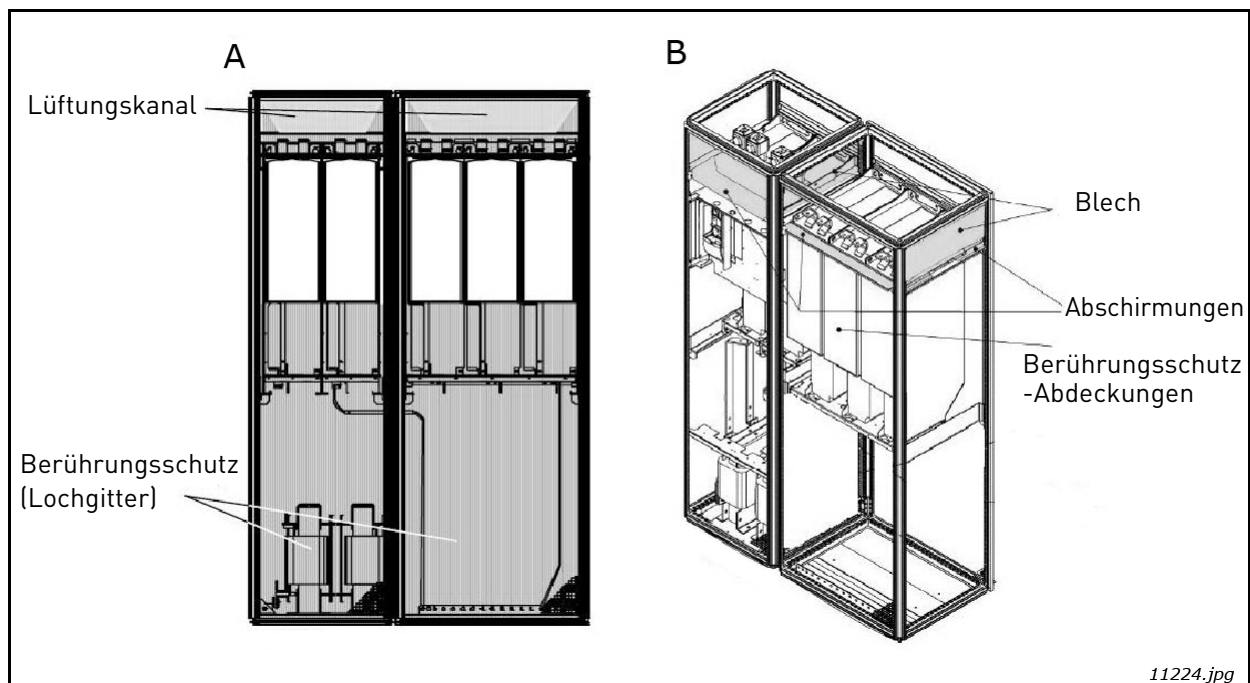

Abbildung 45. Luftleitbleche zur Schaltschrankkühlung
- A. Installieren Sie einen geschlossenen Lüftungskanal von der Leistungseinheit zum Luftauslass oben am Schaltschrank (A in Abbildung 45).
Installieren Sie Abschirmungen in den Öffnungen zwischen der Leistungseinheit und den Schrankwänden (B in Abbildung 45).